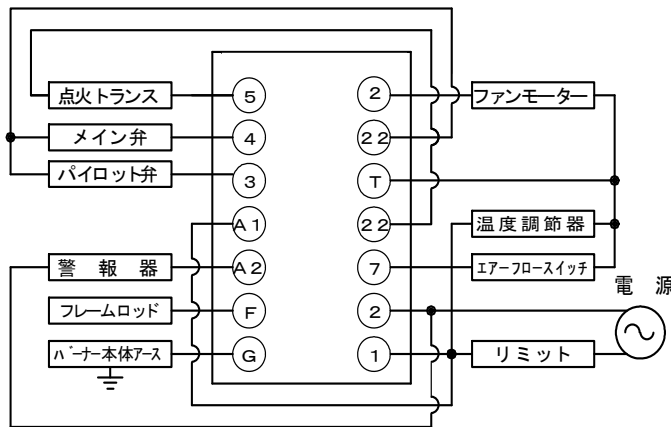
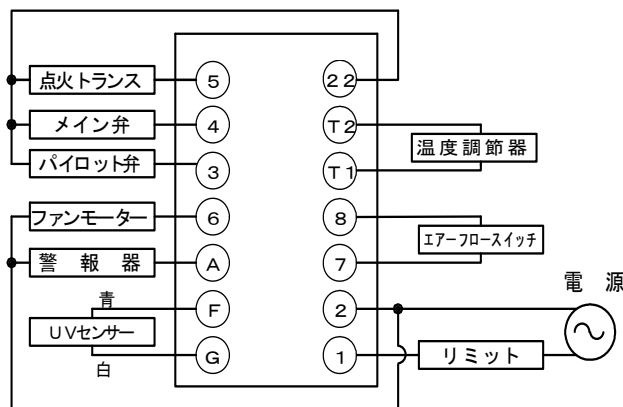

図3
図4
(1) 配線の線出しは必要に応じて、サブベースのコンジット用ノックアウト穴をあけてください。
(2) サブベースを所定の位置にネジで固定します。このとき、無理な力をかけないでください。
4. サブベースの結線方法 (図3～図4参照)